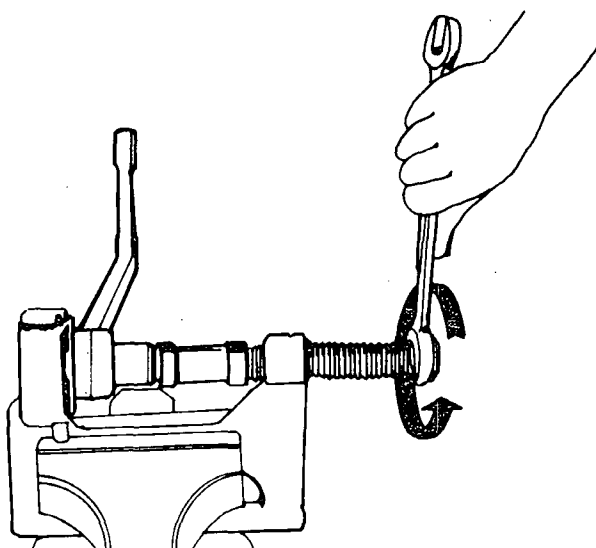

Fig. 2
- b Instale as buchas do braço intermediário (fig. 2).